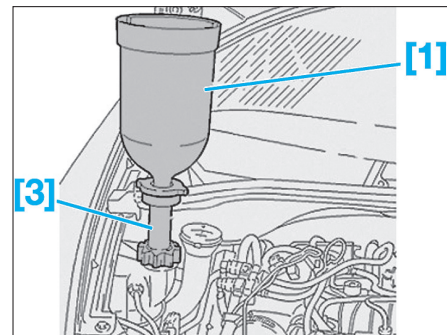

Fig. 22
- Monter le cylindre de charge [1], avec l'adaptateur [3] sur l'orifice de remplissage (Fig.22).